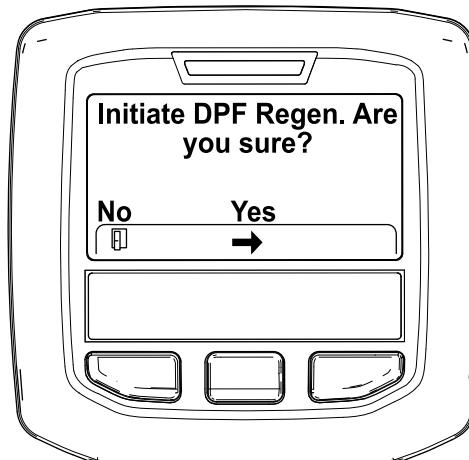

Figure 44
4. Quand le message « Initiate DPF Regen. Are you sure? » (lancer régénération FAP. Êtes-vous sûr(e)?) s'affiche, appuyez sur le bouton central (Figure 44).